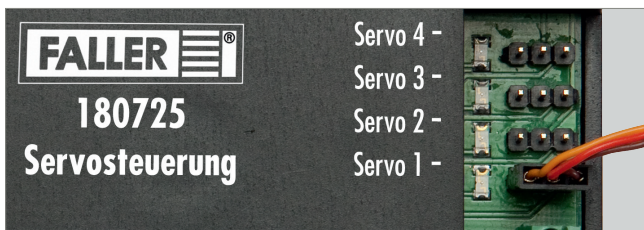

Abb. 4: Servos anschließen
- ▶ Schließen Sie einen oder mehrere Servos an einen der Anschlüsse »Servo 1« – »Servo 4« an der Servosteuerung an, siehe Abb. 4.